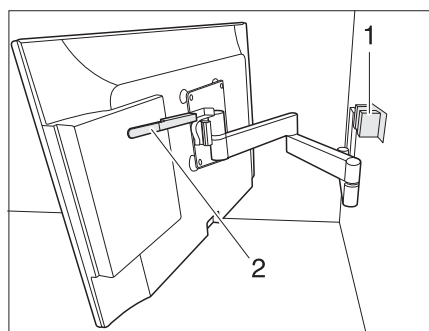

Fig. 8 Supporto con braccio snodato
- Riportare lo schermo piatto nella posizione iniziale e farlo innestare nell'arresto (Fig. 8, 1).